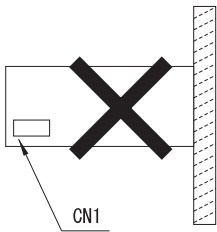

図4.4 取付方向2
■図4.4のように取付穴にストレスがかかる取付方法は、お避けください。